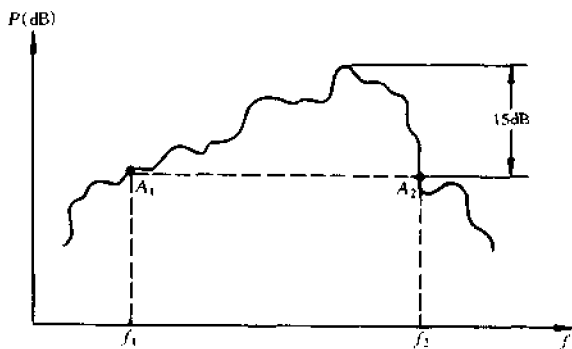

图 4-238 扬声器的典型响应曲线
(2) 额定阻抗。扬声器的阻抗系指交流阻抗，它是频率的函数，指加在扬声器输入端的电压  $U$  与流过音圈的电流  $I$  之比，即  $Z = \frac{U}{I}$ 。在这个阻抗上，扬声器可获得最大的功率。额定阻抗一般也标印在磁钢上，是扬声器的重要指标之一。
(3) 灵敏度。当输入扬声器的视在功率为 0.1VA 时，在轴线上距离 1m 处测出的平均声压，称为扬声器的灵敏度。一般纸盆扬声器的灵敏度为  $(2 \sim 4) \times 10^5$  (Pa)。
(4) 扬声器的有效频率范围。给扬声器加一恒定电压，当电压的频率改变时，扬声器所产生的声压随频率而改变，这种特性叫做扬声器的声压灵敏度频率特性，也称频率响应。如图 4-238 所示，这是电动式扬声器的典型频率响应曲线。纵坐标以分贝表示声压，横坐标表示频率。由频率响应曲线的最高点向下按某一规定值取一点 A，过 A 点作一条平行于该轴的直线，与曲线的高低端分别相交，这两点  $f_1 \sim f_2$  所对应的频率范围，即为扬声器的有效频率范围。